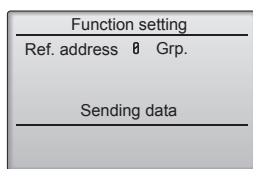
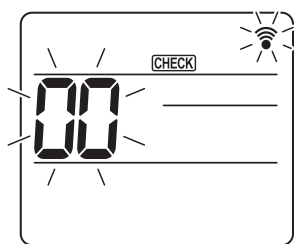
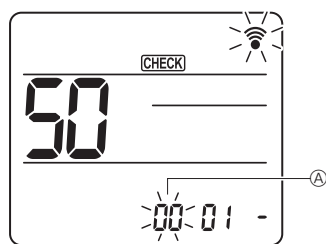
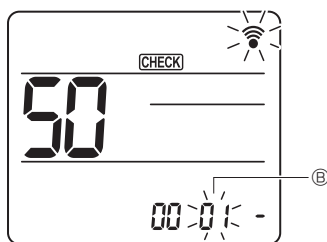

Fig. 7-16
Fig. 7-17
Fig. 7-18
Fig. 7-19
- ⑥ (Fig. 7-16)
- ① Vaya al modo de selección de función
- (Inicie esta operación con la pantalla de estado del mando a distancia apagada). [CHECK] (COMPROBAR) se ilumina y "00" parpadea. (Fig. 7-17)
- ② Configuración del número de unidad
- Pulse el botón [DOWN] para seleccionar el número de unidad ②. (Fig. 7-18)
- ③ Seleccione un modo
- Pulse el botón [DOWN] para seleccionar el número de modo ③. (Fig. 7-19)